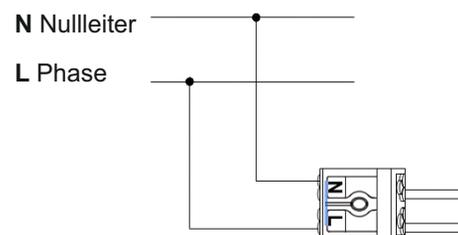

Abb. 1
- Verbinden Sie das AC Kabel wie in Abb. 1. (Die grüne Ladeanzeige ist an, die Fehleranzeige aus)